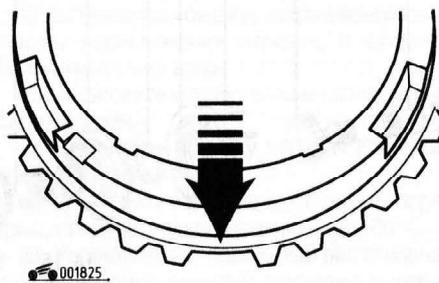
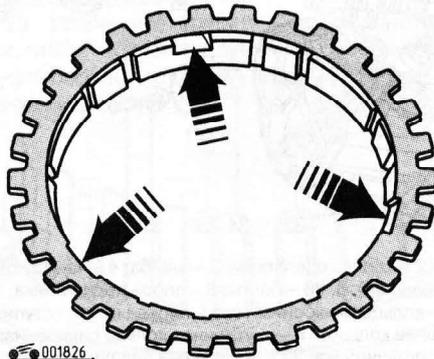

Рис. 5.28. Отсутствующий зуб на кольце синхронизатора I передачи
Рис. 5.29. Расположение выемок в кольце синхронизатора II передачи
1. Перед разборкой промаркируйте положение муфты относительно ступицы, а также расположение пружин и трех блокировочных сухарей для их корректной установки. Характерная особенность кольца синхронизатора I передачи - отсутствие зуба (рис. 5.28). В кольце синхронизатора II передачи предусмотрены три выемки для установки внутренних стопорных колец (рис. 5.29).